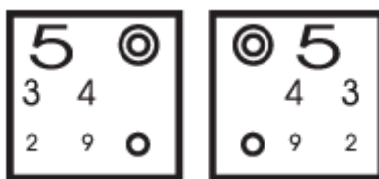

Figura 40
(1) Utilice la tabla roja y verde para determinar el valor preciso de la lente esférica (consulte la figura 40). Pregunte al paciente cuál se ve más claro, rojo o verde. Si el verde se ve mejor, indica que la miopía está aumentada (la hipermetropía disminuyó). Reducir el valor de la lente esférica en 0.25D.